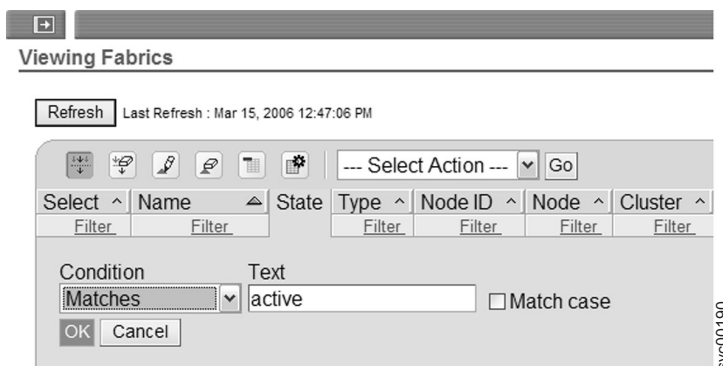

図 48. すべてのアクティブ・デバイスの表示
2. 「条件」メニューで「一致」を選択し (図 48 に表示)、「OK」をクリックします。